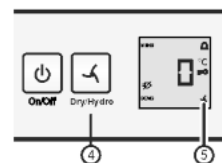

Fig. 3
- Настройване на **hydro**: Натиснете бутона dry/hydro Fig. 3 (4), докато символът  се покаже. Отпуснете бутона.
- ▷ Символът dry/hydro Fig. 3 (5) светва.
- Настройване на **dry**: Натиснете бутона dry/hydro Fig. 3 (4), докато символът  изгасне. Отпуснете бутона.